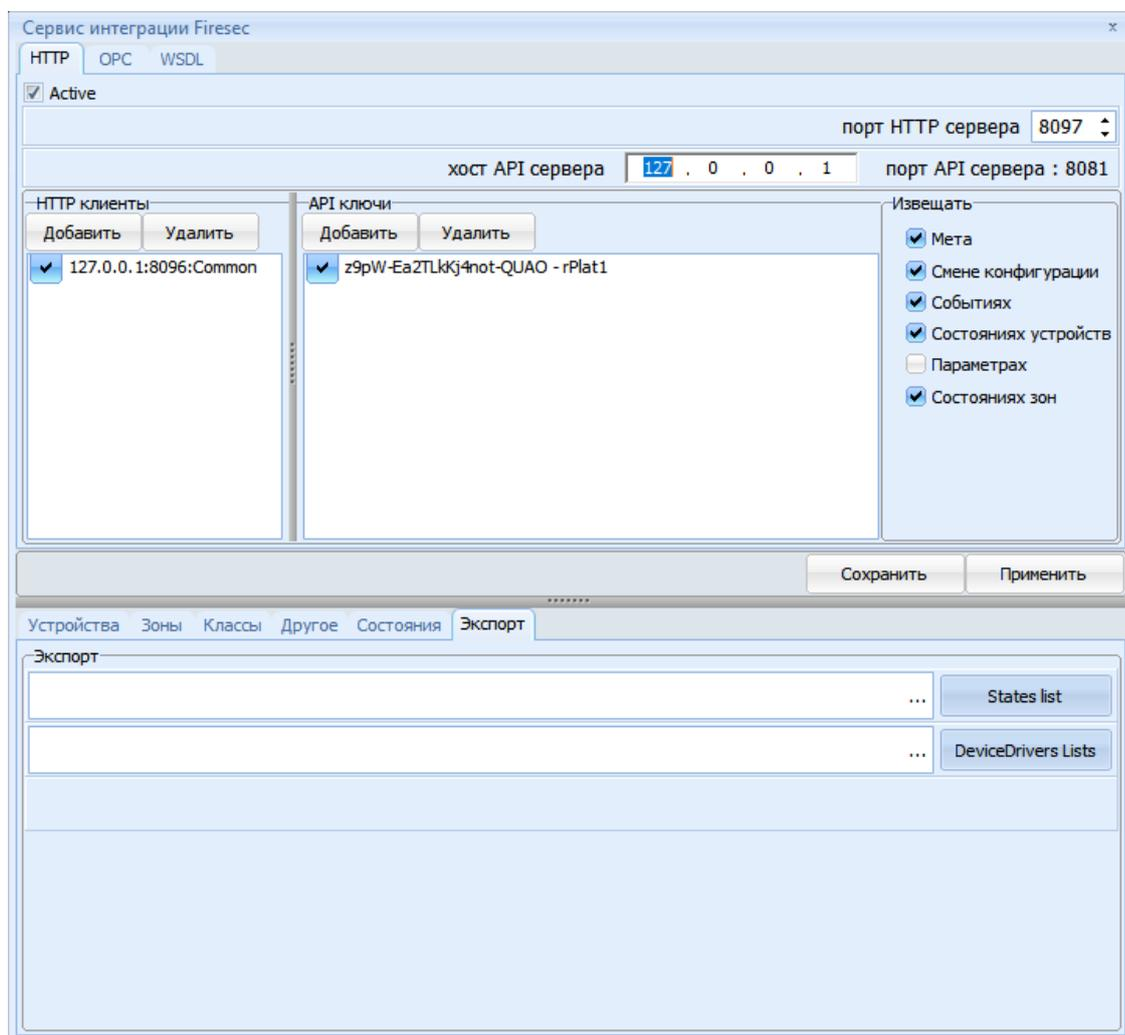

Рисунок 29.6 – Вкладка экспорт
14) На вкладке экспорт Клиента интеграции есть две кнопки «States list» и «DeviceDrivers Lists» (рисунок 29.6). При нажатии на «States list» по выбранному пути сформируется файл в xml-формате, в котором находится список устройств с доступными состояниями для каждого из них.